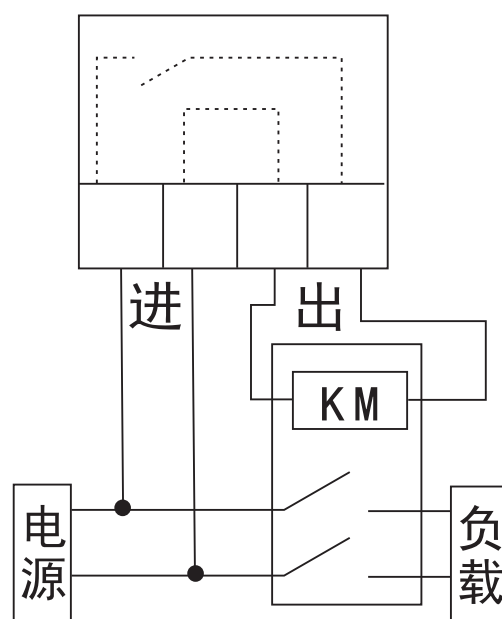

图6
5.10 扩容控制方式的接线：负载功率超过本产品的额定控制功率，那么就需要一个容量超过电器功率的接触器来扩容；接线方法（如图6）所示。